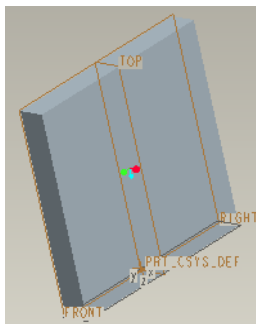

图 2-5 底板立体效果
(8) 单击草绘工具栏中的“继续当前部分”按钮  确定当前操作。然后在“拉伸工具”操控板中的尺寸文本框中输入“10”，并按  键确认修改，再单击“建造特征”按钮 ，系统会自动生成如图 2-5 所示的立体效果。